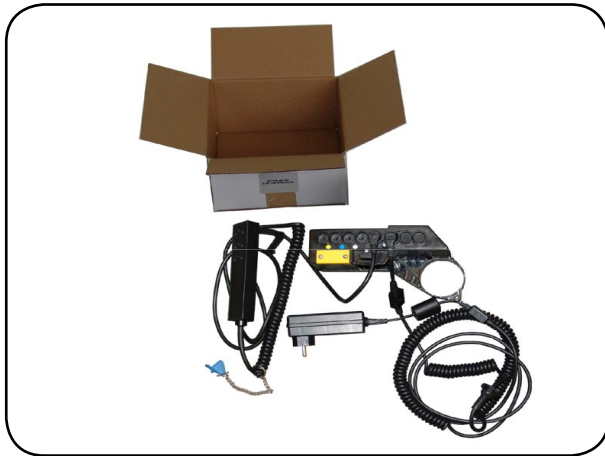
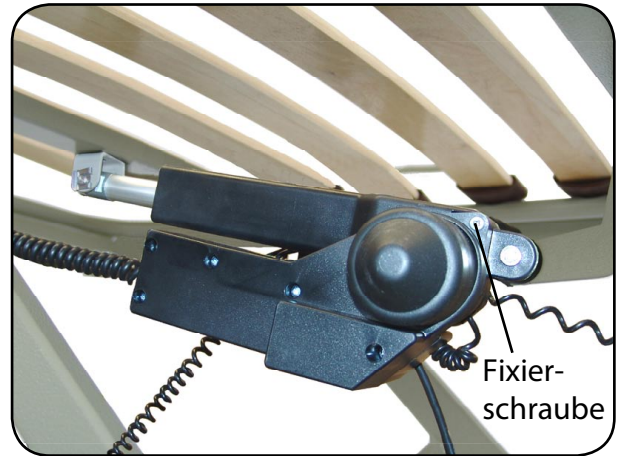

Abb. 6.2.01 - Steuerung, Handbedienung, Steckernetzteil
Abb. 6.2.02 - Steuerung an Rückenteilantrieb
1. Entnehmen Sie die Steuerung der Kartonage (Abbildung 6.2.01) und schieben Sie sie auf den Rückenteilantrieb. Sichern Sie die Steuerung mit der Fixierschraube gegen Verrutschen (Abbildung 6.2.02).